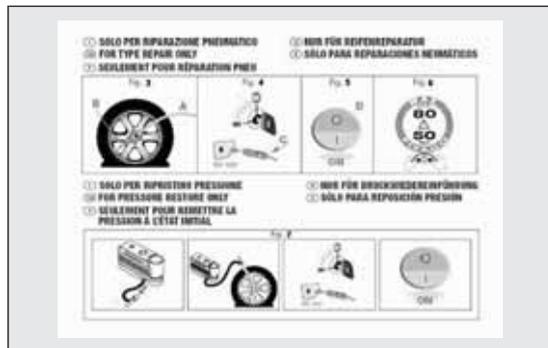

fig. 128
- ❑ un folleto informativo (ver fig. 128), utilizado para usar correctamente el kit de reparación rápida. El folleto deberá entregarse al personal que manipulará el neumático tratado con el kit de reparación de neumáticos;